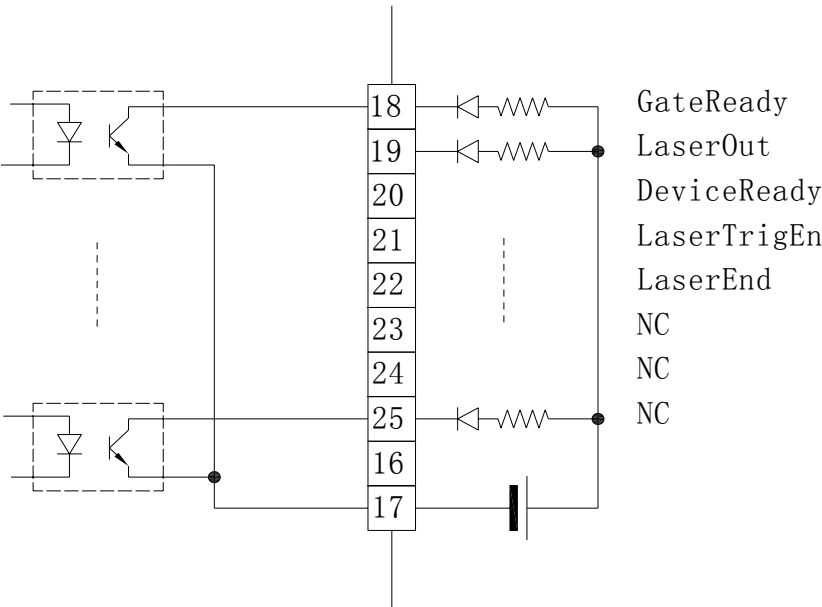

图 5-6 CN2 输出接口电路
- ① 这个信号作为外控设备判断当前设备是否可以接收新的激光触发信号。当这个信号有效时，外部激光触发信号有效，当这个信号无效时，外部激光触发被忽略。在电平控制模式，激光触发信号有效期间可以忽略该信号。这个输出信号主要是用于消除干扰脉冲过滤太频繁的触发信号，以防止设备因过载而发生保护现象。CN2 输出接口电路（如图 5-6）